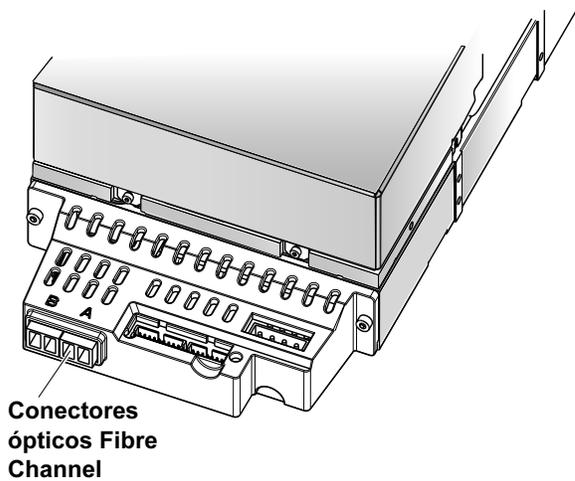

Figura 11. Conectores ópticos FC en la parte posterior de la unidad interna LTO-1 FC
2. Conecte el cable de interfaz a cualquiera de los dos conectores ópticos de interfaz LC en la parte posterior de la unidad (señalados como A y B en la Figura 11 en la página 27).